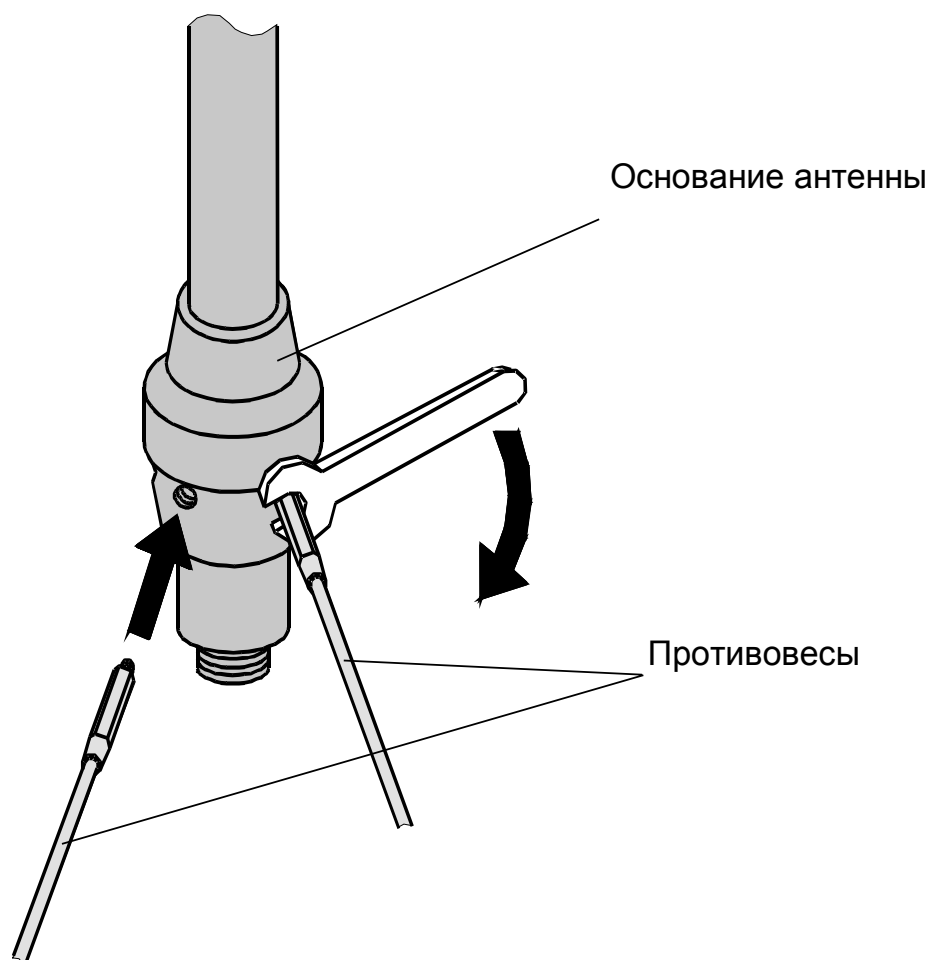

Рис. 4
- Винтите противовесы (6 шт.) в основание антенны. Для затяжки резьбового соединения пользуйтесь гаечным ключом (см. рис. 4)